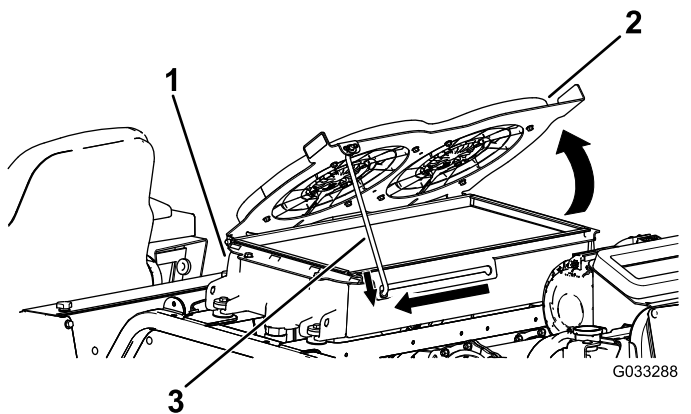

Bild 121
2. Drehen Sie die Hydraulikkühlventilatoren nach oben und arretieren Sie die Stützstange in der Kerbe (Bild 121).